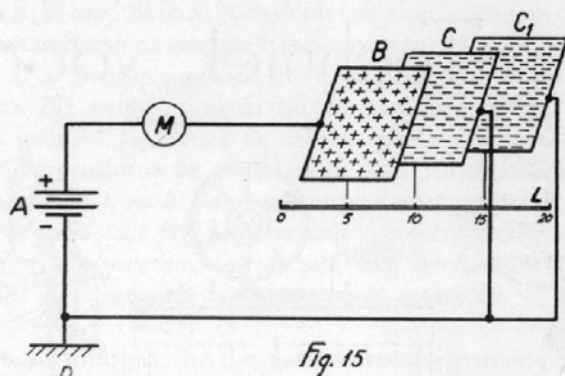

Fig. 15
1. afstand der platen (zie fig. 15). De condensator BC heeft natuurlijk een grotere capaciteit.